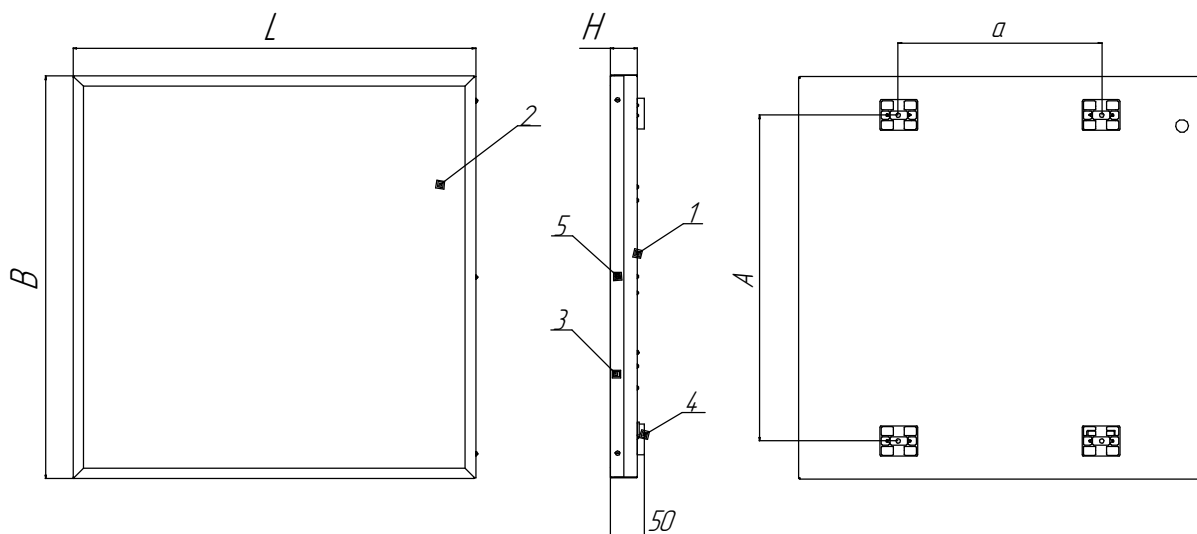

Рисунок 1 - Светильник серии ДПО12
5.3 Снимите боковую планку поз.3, отвернув удерживающие ее винты поз.5 (рис. 1).